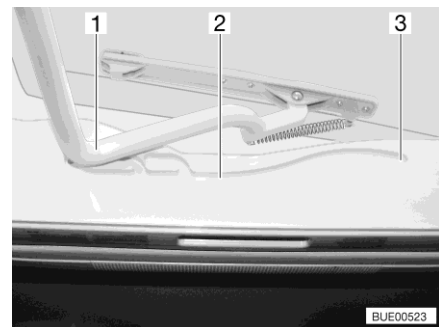

Bild 81 Führung (Heki-Dachhaube)
- Den Bügel (Bild 81,1) in den Führungen (Bild 81,2) bis in die hinterste Position (Bild 81,3) ziehen.
- Den Bügel (Bild 81,1) mit beiden Händen leicht nach oben drücken.
- Den Bügel in den Führungen (Bild 81,2) bis zur gewünschten Stellung ziehen.